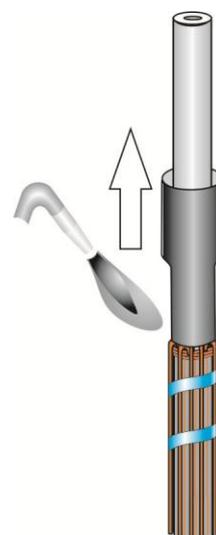

Рис.8
8. Надвинуть экранирующую манжету на жилу кабеля до изгиба проволок экранной и усадить. Усадку производить в направлении, указанном на Рис.8. **ОПЕРАЦИЯ ВЫПОЛНЯЕТСЯ НА КАЖДОЙ ЖИЛЕ!**